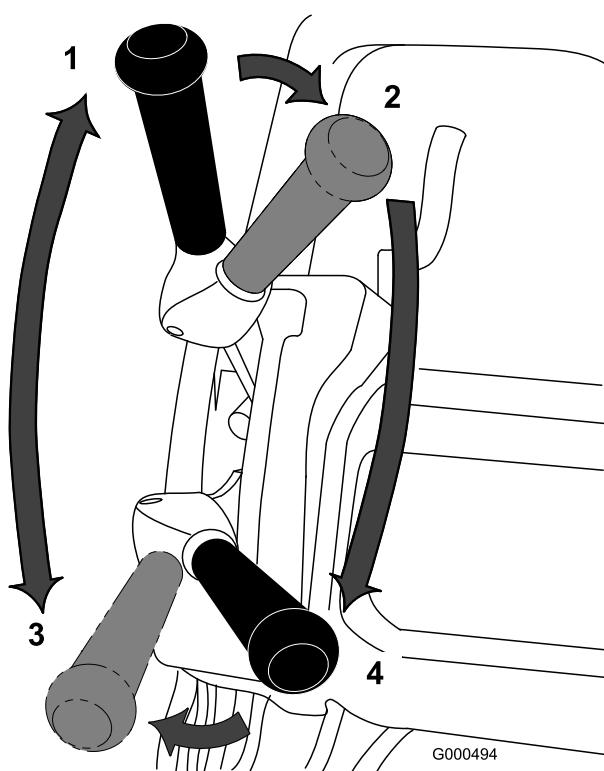

図 18
- げる）。走行レバー（図 18）を「走行」に入れ、グリーンのカラー（縁）に入る。
- 走行を「解除」とし、リールレバー（図 18）を回転側に倒す。
- 走行レバーを「走行」に入れ、スロットルで希望の走行速度に調整し、グリーンへ移動する。希望位置に来たらカッティングユニットを下ろして刈り込み作業を始める（図 18）